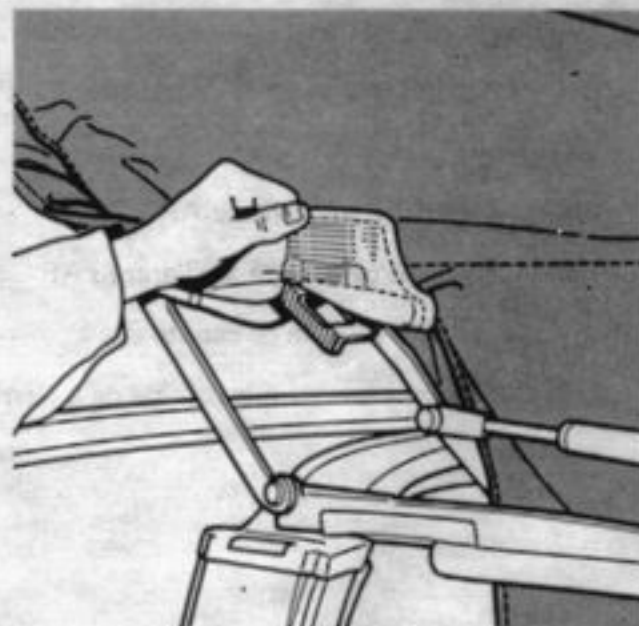

Figure 29
- Dégager la doublure de chaque extrémité du 2ème arceau, (figure 29)